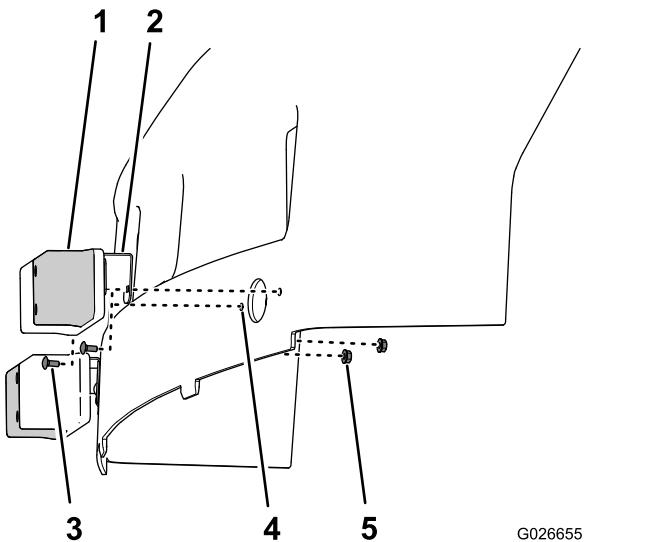

图6
4. 将支架和灯具中的孔与机罩中的孔对齐图6。
5. 如图6所示使用托架螺栓#10 x 1/2 英寸和凸缘锁紧螺母#10将支架和灯固定到机罩上。